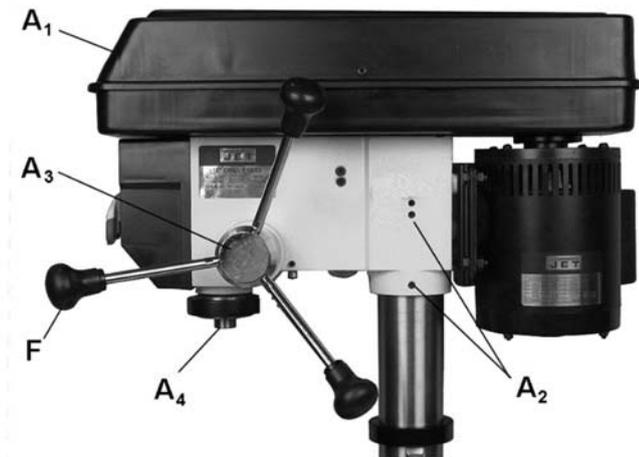

Рис. 7
1. Воспользовавшись помощью, осторожно наденьте *сверлильную бабку* на *колонну* (Рис. 7).
3. Плотнo затяните два *установочных винта* (A₂, Рис. 7) с помощью 5 мм гаечного ключа.
См. Рис. 7 и 8:
Установите оставшуюся *рукоятку* (F, Рис. 7) на регулятор частоты вращения с противоположной стороны сверлильной бабки.
1. Отрегулируйте положение стола так, чтобы он располагался примерно на 180 мм ниже шпинделя (A₄, Рис. 7) и зафиксируйте его.